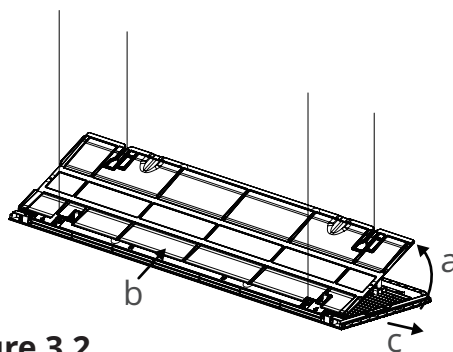

Figure 3.2
4. Retirez le filtre de la grille d'admission d'air en suivant les étapes suivantes (**voir la figure 3.2**) :